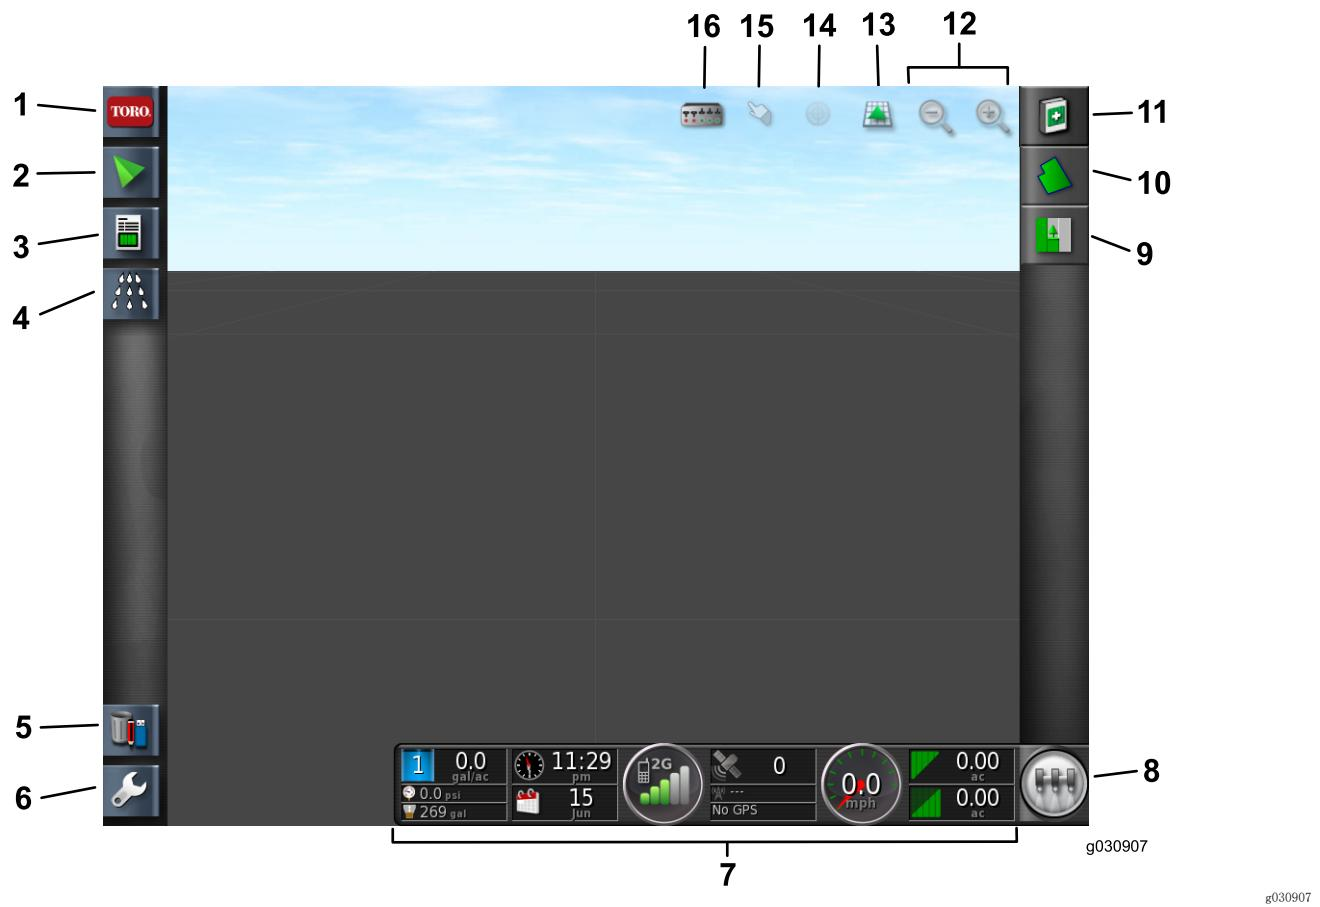

图8
屏幕上的主开关用于打开打药系统（图8）。当分段开关或脚踏开关关闭时，此开关不可用。
1. 选择主屏幕上的设置图标（图8）。
11. 要开始打药,应打开主开关图标并驶入打药区(图8)。
10. 要开始打药，应打开主屏幕上的打药图标并驶入打药区（图8）。